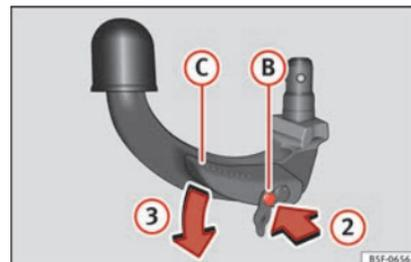

Fig. 227 Passaggio 2
- Premere il perno di sblocco (B) nel senso della freccia ② e, al contempo, spingere fino in fondo la leva (C) nel senso della freccia ③ »» fig. 227.